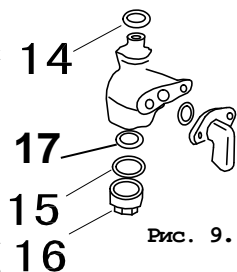
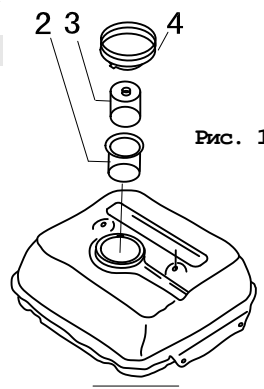

Рис. 9.
Рис. 10.
9.4.2. Снять крышку бака поз. 4 (рис. 10) и колпачок крана подачи топлива поз. 16 (рис. 9), стараясь не повредить уплотнения. Слить остатки топливной смеси во вспомогательную емкость.
9.4.3. Удалить загрязнения с фильтров поз. 17 (рис. 9) и поз. 2 (рис. 10) промыванием в легком растворителе (типа №646) и продувкой. Высушить фильтры и установить их на место.
9.5.2. Удалить или полностью выработать имеющуюся в баке топливную смесь. Слив производить, сняв колпачок поз. 16 (рис. 9) крана подачи топлива.